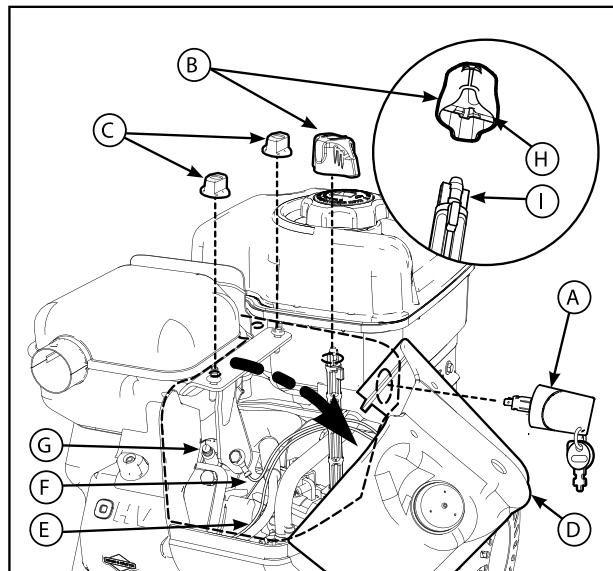

Рис. 15
1. Выньте ключ ВКЛ/ВЫКЛ (А, рис. 15) или ключ зажигания. Храните в недоступном для детей месте.
4. Осторожно снимите верхнюю часть насадки для снега (D). НЕ отсоединяйте шланг прокачки (Е) или провод ключа (F).
5. Снимите свечу зажигания (G) и замените ее. (См. Технические характеристики)
8. Выровняйте выемки (Н, рис. 15, врезка) на ручке управления заслонкой с выступами на рычаге управления заслонкой (I) и нажмите на ручку, чтобы установить ее. Если ручка управления заслонкой установлена неправильно, заслонка не будет работать.